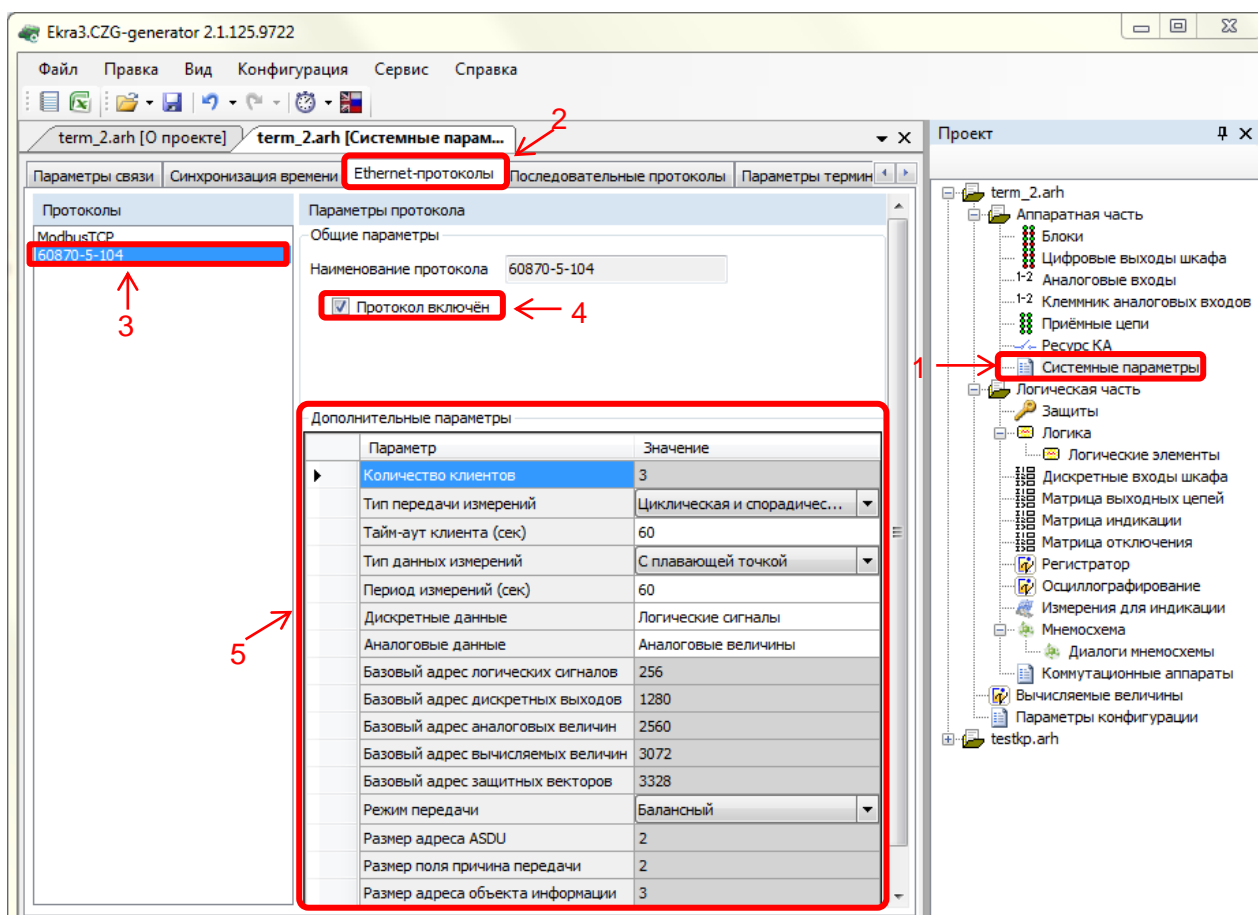

Рисунок 10 – Пример конфигурирование протокола МЭК 60870-5-104
4.4.1 В «дереве» проекта выбрать раздел **Системные параметры** (см. рисунок 10, обозначение 1) и открыть окно, дважды щёлкнув мышкой на соответствующем пункте в «дереве» проекта.
4.4.2 Выбрать вкладку **Ethernet-протоколы** (см. рисунок 10, обозначение 2).
4.4.3 В поле **Протоколы** выбрать протокол МЭК 60870-5-104: 60870-5-104 (см. рисунок 10, обозначение 3).
4.4.4 Установить флажок **Протокол включен** (см. рисунок 10, обозначение 4).
Пример конфигурирования параметров протокола приведен на рисунке (см. рисунок 10, обозначение 5).